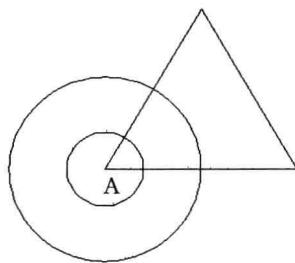
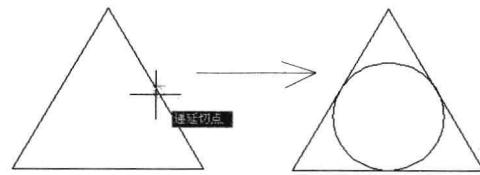

图 3-5-7
图 3-5-8
- (7) 单击“圆心、半径”按钮 ④ ，命令行提示“指定圆的圆心或 [三点(3P)/两点(2P)/相切、相切、半径(T)]”，捕捉并单击三角形A点为圆心。
- (8) 命令行提示“指定圆的半径或[直径(D)] <0.0000>”，输入“100”，按Enter键，绘制的圆如图3-5-7所示。
- (9) 依次单击两个圆，按Delete键，删除这两个圆。
- (10) 单击“相切、相切、相切”按钮 ⑤ ，将十字光标移至三角形的边上，显示出切点捕捉标记，分别捕捉并单击三条边上的切点，即可创建一个与三角形三条边相切的圆，如图3-5-8所示。